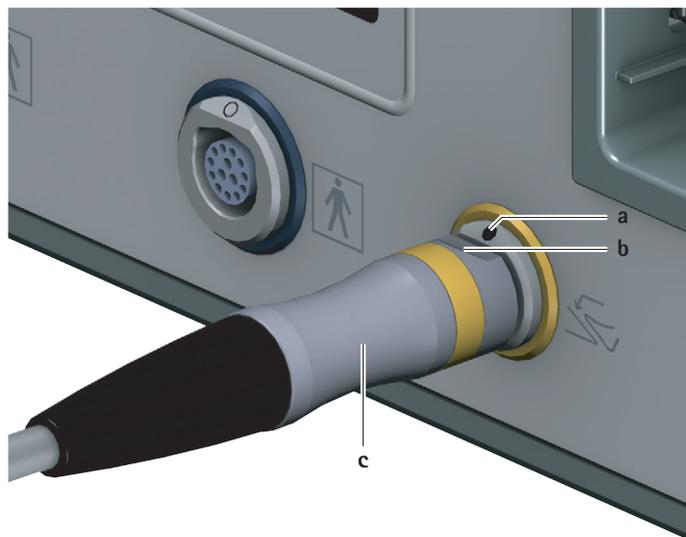

Fig. 2 Raccordement de la commande au pied
- ▶ Orienter le connecteur de la commande au pied **c** de telle sorte que le repère **b** sur le connecteur coïncide avec le repère **a** sur la prise de raccordement pour commande au pied 6, voir Fig. 2.
- Retirer le connecteur de la commande au pied **c** hors de la prise de raccordement pour commande au pied **6**, voir Fig. 2.